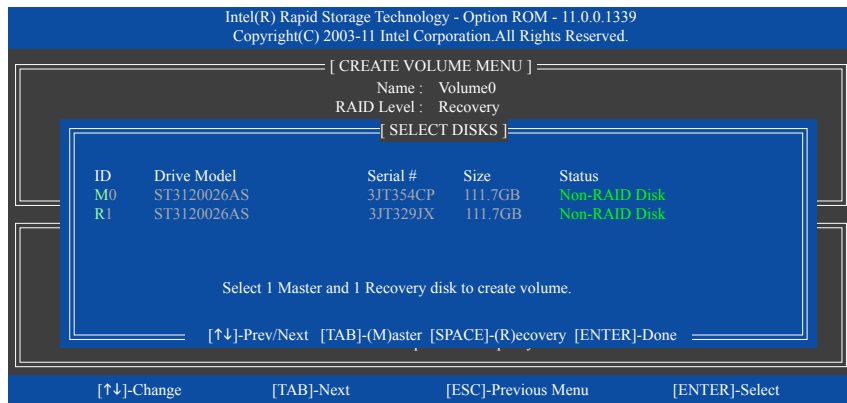

図 10
**Select Disks** アイテムの下で、<Enter>を押します。**SELECT DISKS** ボックスで、マスタドライブに対して使用するハードドライブには<Tab>を押し、リカバリドライブに対して使用するハードドライブには<Space>を押します。(リカバリドライブの容量がマスタドライブの容量より大きいことを確認してください) <Enter>を押して確認します (図 10)。